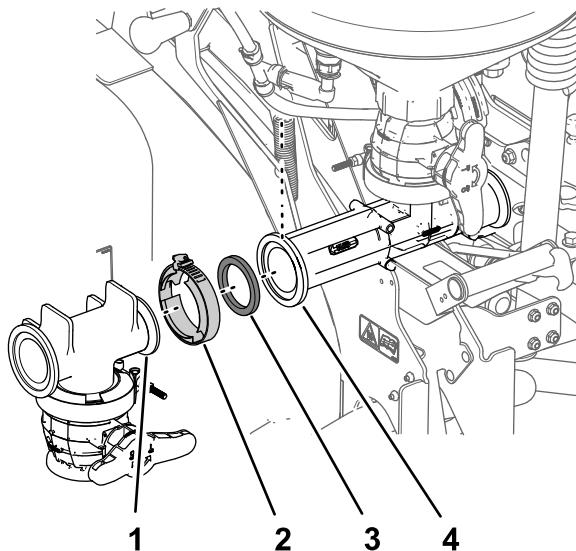

Figura 24
1. Allineate la flangia del raccordo a T per la valvola di spurgo con la flangia anteriore del nebulizzatore (Figura 24).
2. Montate il raccordo a T sul nebulizzatore con una guarnizione e un morsetto flangiato e serrate manualmente il morsetto (Figura 24).